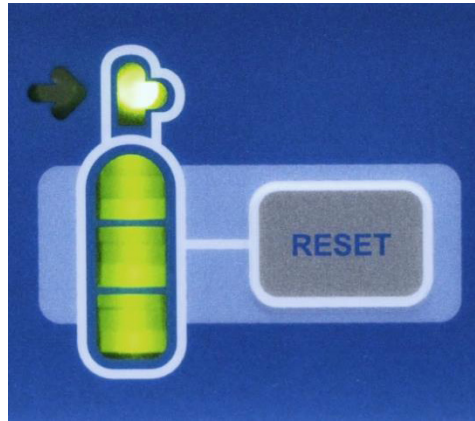

Figura 12: Butonul RESET al manometrului de gaz N₂O
- Uitați-vă la afișajul buteliei de gaz de pe partea frontală a modului ACM și căutați butonul RESET în partea dreaptă a acestui afișaj; consultați Figura 12.